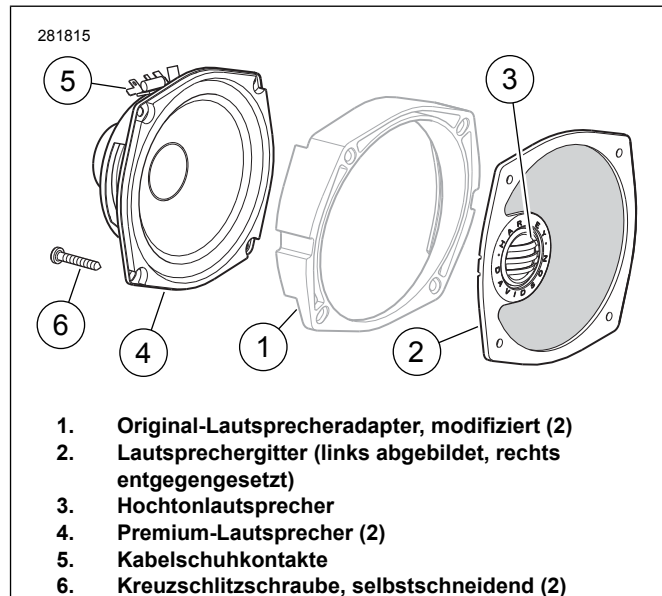

Abbildung 1. Boom! Audio Frontlautsprechersatz für Electra Glide und Trike
2. Siehe Abbildung 1. Das richtige **neue** Lautsprechergitter (2) wie abgebildet an die Fläche des Adapters (1) ansetzen; die starke Kante des Adapters muss nach **oben** zeigen und der Hochtonlautsprecher (3) muss an der Fahrzeugaußenseite liegen. Die Kabel der Hochtonlautsprecher zwischen Hochtonlautsprecher und Adapter an der Außenseite durch die Kerbe im Adapter nach außen führen. Einen **neuen** Lautsprecher (4) wie abgebildet gegen die hintere Adapterfläche ansetzen, wobei die Kabelschuhkontakte (5) nach **oben** zeigen müssen.
4. Die Befestigungslöcher in Lautsprecher, Adapter und Gitter aufeinander ausrichten. Mit den zwei früher entfernten langen TORX®-Schrauben alle drei Komponenten durch die zwei oberen Löcher an der Innenverkleidung befestigen. Siehe Abbildung 1. Eine **neue** Kreuzschlitzschraube (6) aus dem Satz in das äußere, untere Loch einsetzen und die Stützstrebe der Verkleidung unter dem Schraubenkopf erfassen. Das innere, untere Loch wird nicht verwendet.